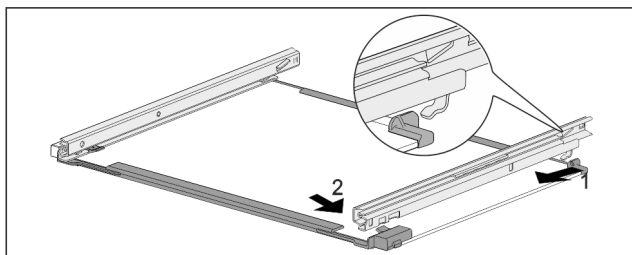

Fig. 180 Sklenená doska s koľajničkami
- Zaháknite koľajničku vzadu. Fig. 180 (1)
- Zaklapnite koľajničku vpredu. Fig. 180 (2)